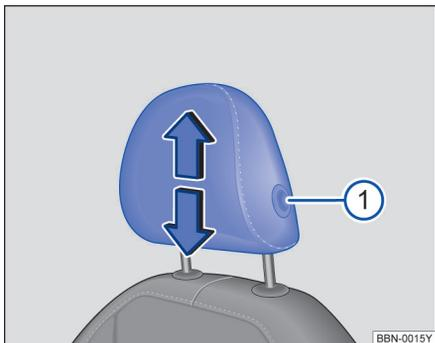

图 67 调整前排头枕
- 按住按钮→图 67①，同时沿箭头方向上推或下压头枕即可将头枕调整至合适高度。